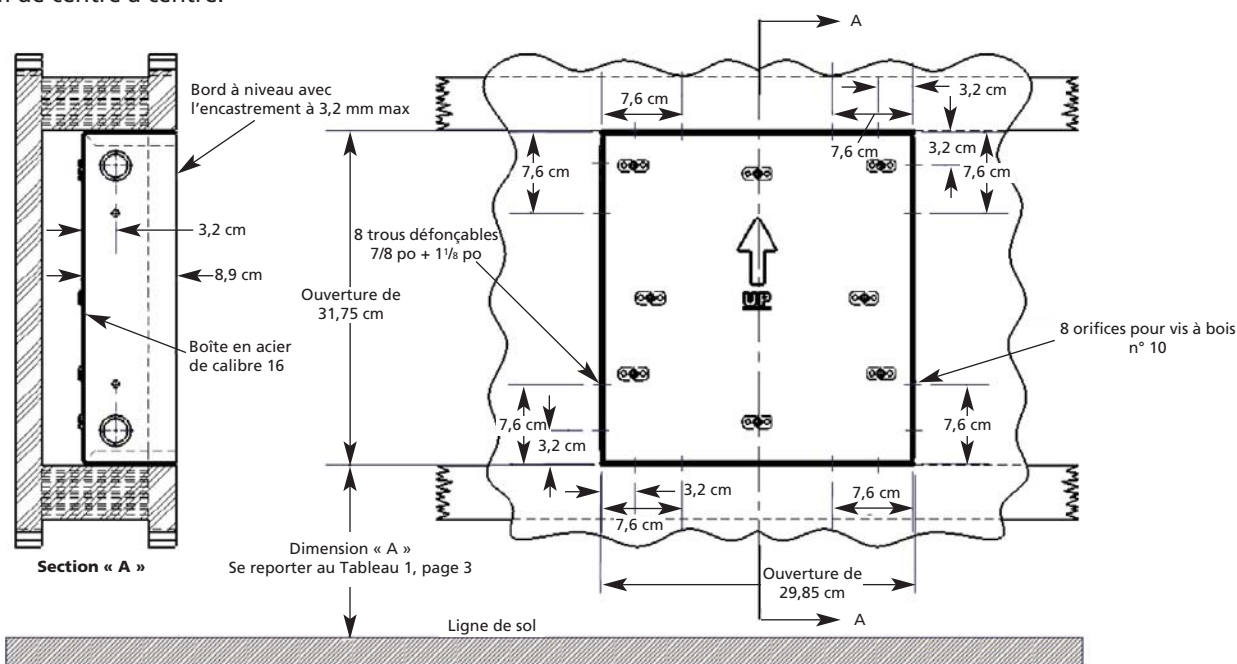

Figure 1
- c. Pour monter la boîte d'applique, cadrer l'ouverture dans le mur comme indiqué Figure 1.